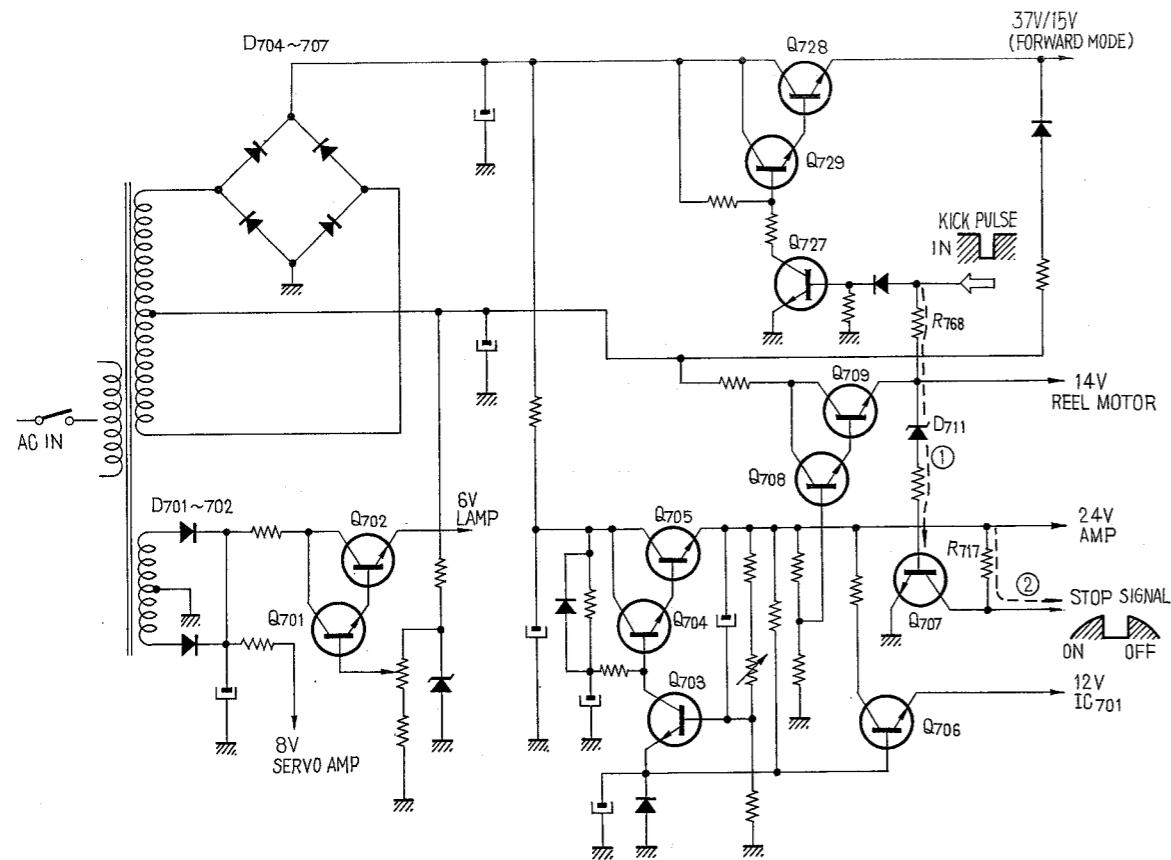

Fig. 1-8.
(1) Power supply section (Fig. 1-8)